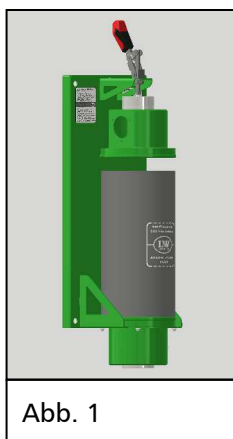

Abb. 1
- Schnellspanner des CO₂ Filters öffnen (Abb. 1).